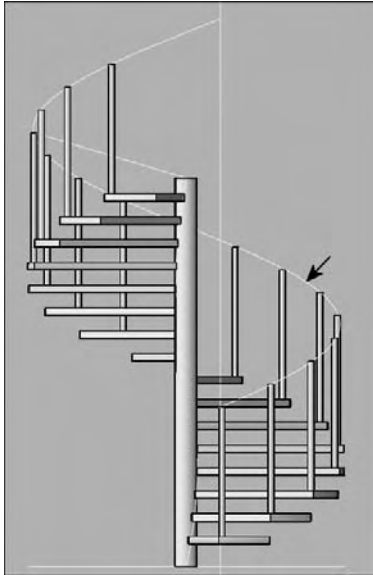

Fig.15.9
- 3 Déplacez l'hélice de 93 cm vers le haut pour la placer au niveau supérieur des poteaux (fig.15.9).